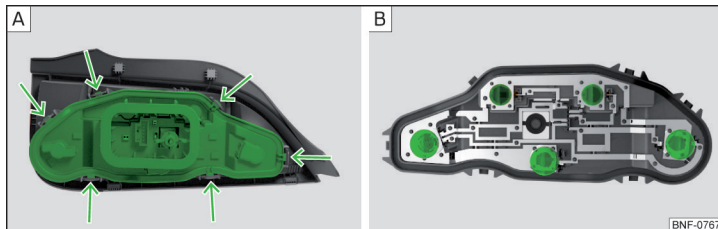

Рис. 180 Внутрішня частина ліхтаря
- Розблокуйте тримач лампи » Рис. 180 - **A** і витягніть його з ліхтаря.
- Поверніть відповідну лампу розжарювання до упору **проти** годинникової стрілки і витягніть її з тримача » Рис. 180 - **B**.